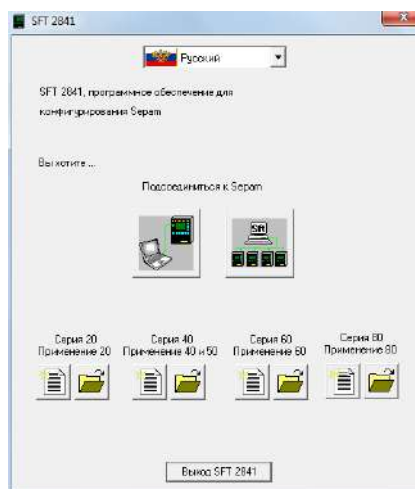

Рисунок 3.3 – Окно «SFT2841»
6. Запустить приложение SFT2841, в окне программы (рис. 3.3) нажать кнопку .